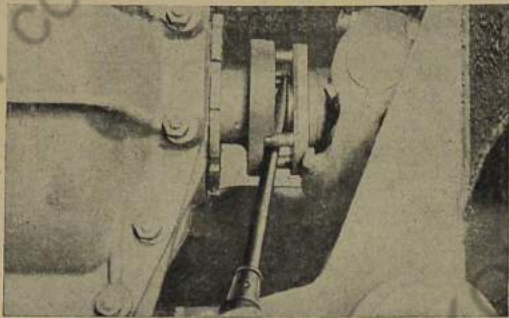

Bild 284: Inneres Kreuzgelenk von Flanschwellen abdrücken
3. Kreuzgelenk im Keilnabenprofil zurückschieben, bis die Stiftschrauben aus der Flanschelle herausgeführt sind (Bild 284).